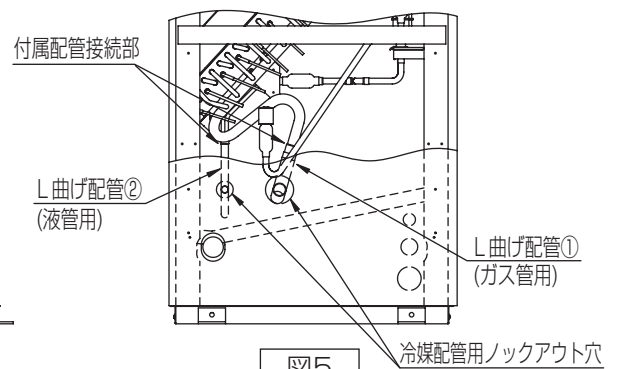
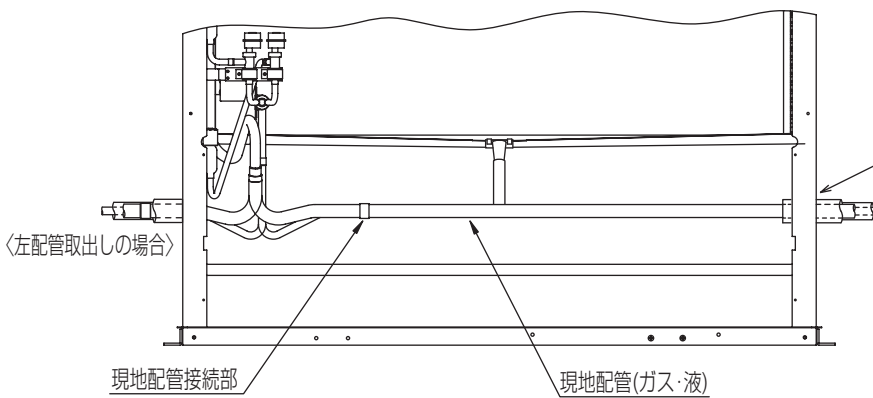

図5
図6
- (4) 図5 ・ 図6 に示すとおり、付属配管・現地配管を前面からろう付接続を行ってください。
現地配管接続部 図6 → 付属配管接続部 図5
- (5) 図6 に示すとおりパイプカバーを取付けてください。